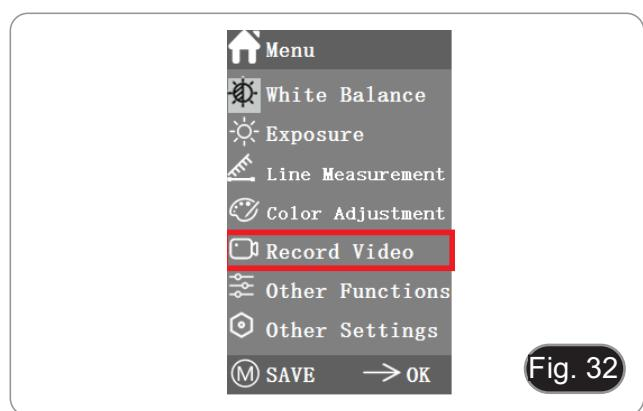

Fig. 32
1. Drücken Sie die Taste M, um das Menü auf dem Bildschirm anzuzeigen (Fig. 32), und wählen Sie die Option Videoaufnahme durch Drücken von ↑ oder ↓.